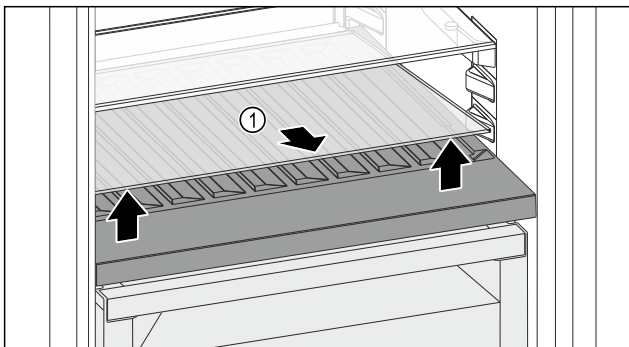

Fig. 210
- ▶ Приподнимите стеклянную пластину Fig. 210 (1) за выемку спереди и извлеките.
- ▶ Уложите стеклянную пластину Fig. 210 (1) на хранение вне устройства.
- ▶ Установите стеклянную пластину (2) под сменной полкой для хранения бутылок.